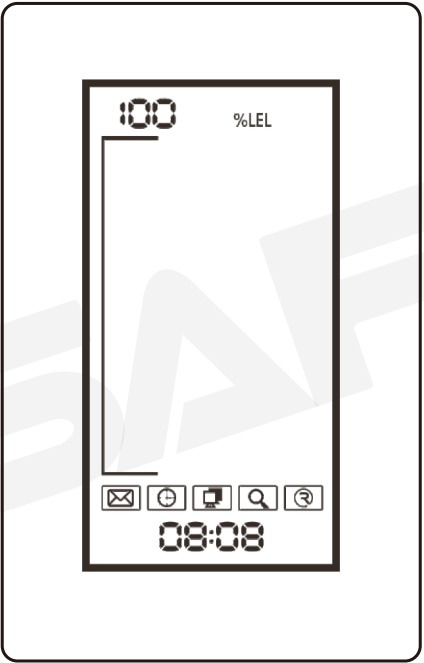

图5-2
2、预热时，绿灯亮，数字从180递减到000(图5-2)，进入监控状态。在预热期间可按住返回键3秒，松开按键后，退出预热，进入监控状态。